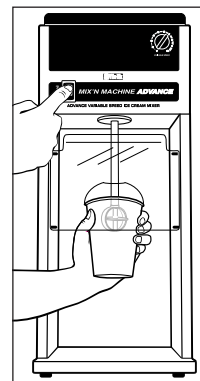

Figura 6
• **Pentru modelul Mix'n Machine Advance Variable Speed:** Apăsăți întrerupătorul general ON/OFF (I/O) în poziția OFF pentru a opri funcționarea aparatului. Consultați Figura 6.
• **Pentru modelul Mix'n Machine Standard (blat și fixare murală):** Apăsăți întrerupătorul general ON/OFF (I/O) în poziția OFF pentru a opri funcționarea aparatului. Consultați Figura 6.